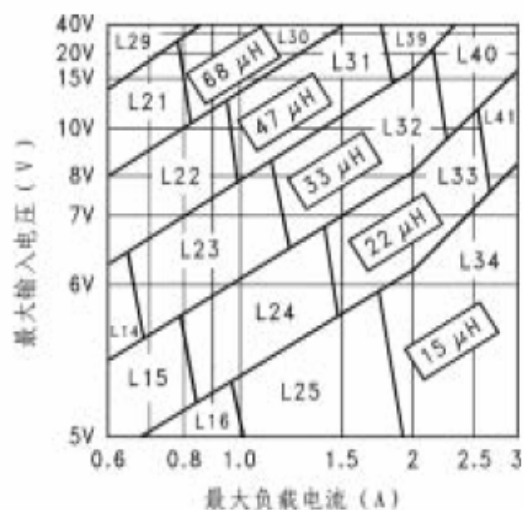
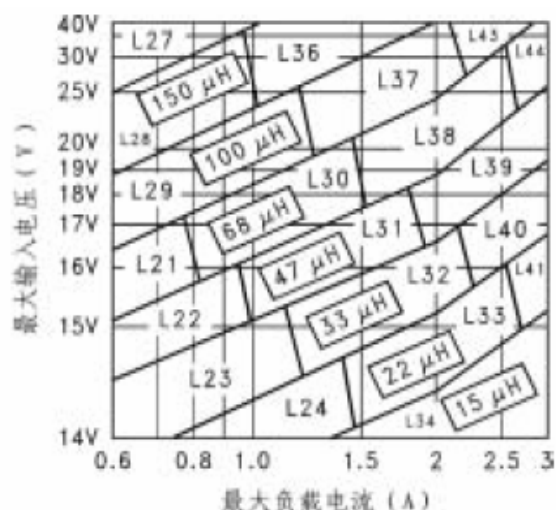
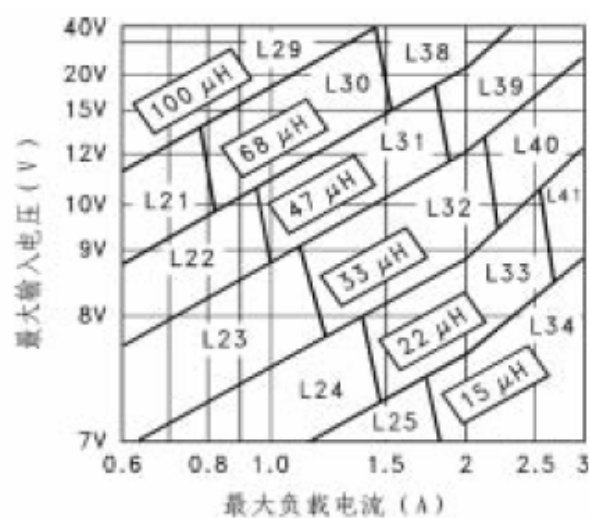

图2 MXT2596—3.3
图3 MXT2596—5.0
图4 MXT2596—12
- A、要根据图2、图3和图4所示的数据选择电感的适当值（分别对应输出电压为3.3V、5V和12V），对于所有的其他输出电压的情况，请看可调输出电压调节器的设计步骤。
- A、按图3所示的电感选择方法选择输出为5V时的电感。
- B、由图3可见，电压为12V的水平线和电流为3A的垂直线的交叉区域所对应的电感值为33 μH ，代号为L40。